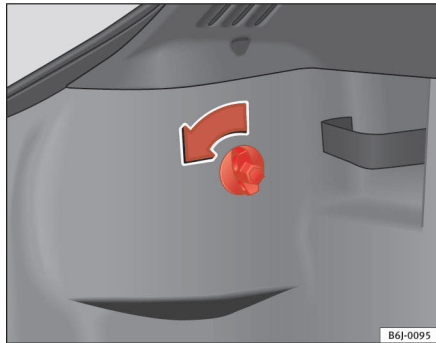

Fig. 156 Accès aux pilotes arrière
- Tournez la vis dans le sens de la flèche à la main ou avec un tournevis ⇒ fig. 156.